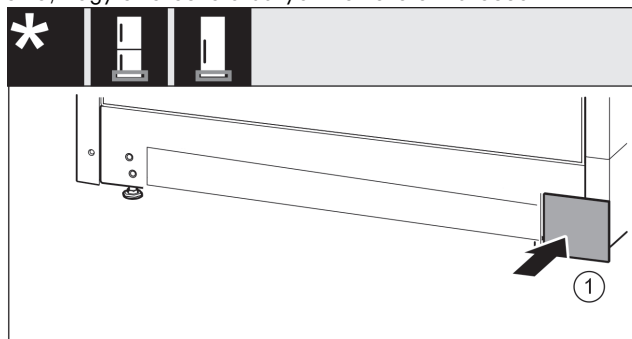

Fig. 23
- ▶ Tegye vissza a fedelet Fig. 23 (1) a másik oldalra.